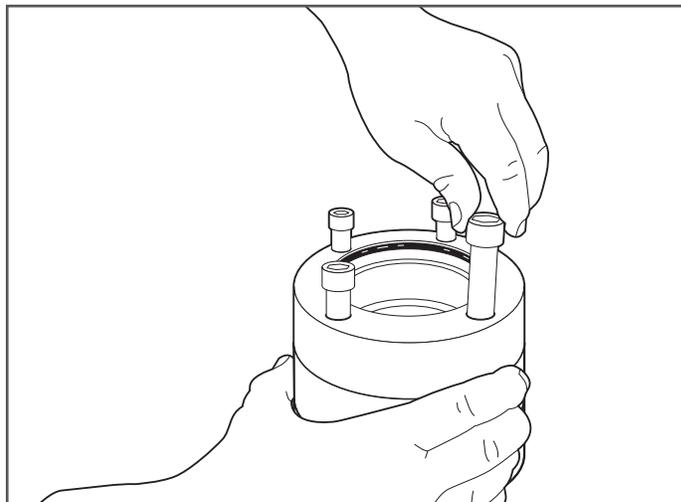

Figure 7-8
9. Retirez toutes les vis de blocage (Figure 7-8).